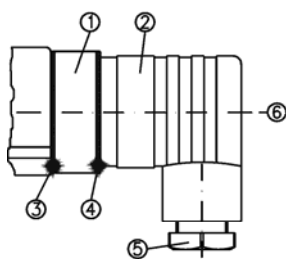

рис. 1
- Ослабить центральный винт (поз. 6) M3x35 и отсоедините клеммную коробку EN 175301-803-A (поз. 2) от блока (поз. 1, рис. 1).